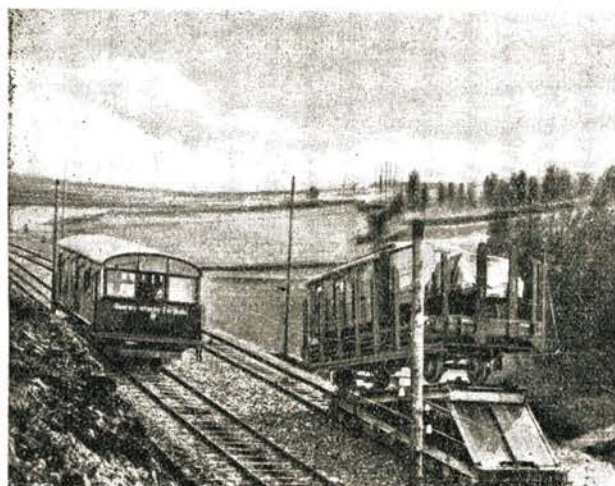

Bild 1 Die Oberweißbacher Bergbahn. Ausweichstelle für die beiden Wagen
*Bild 1 Die sorgfältige Landschaftsgestaltung unter Verwendung von natürlichem Moos und besonders gezüchteten Blumen geben dieser Garteneisenbahn ein besonders gutes Gepräge*
Von der Straße aus kann man deutlich die Motive erkennen, die auf eine Garteneisenbahn schließen lassen. Der Besitzer, Herr Gerhard Hüthig, berichtete uns ausführlich über die Geschichte dieser Garteneisenbahn, die in den Jahren 1932 bis 1935 überwiegend von seinem Vater aufgebaut wurde. Für die gut gelungene Landschaftsgestaltung wurde ein Motiv aus der Gegend des St. Wolfgangsee's gewählt. Bild 1 und das Rücktitelbild1) geben nur annähernd ein Zeugnis von der Mühe des Erbauers, da hier die Farbenpracht von besonders gezüchteten und gut auf das Landschaftsbild abgestimmten Blumen und Moos nicht zum Ausdruck kommen. Auf der rechts im Gleisplan dargestellten höchsten Erhebung befinden sich drei Gebirgsbäche, von denen
Abweichend von anderen Bergbahnen, die überwiegend zu Touristenzielen führen, fördert die „Oberweißbacher Bergbahn“ auch normalspurige Güterwagen (bis 20 t) auf einer fahrbaren Rampe. In dem Personenwagen, der in seinem Aufbau der Steigung angepaßt ist, können bis zu 120 Personen befördert werden. Beide Wagen sind durch ein Drahtseil miteinander verbunden, das durch ein Triebwerk läuft. Das Drahtseil wird zwischen dem Gleis auf Rollen geführt. Auf halber Strecke ist eine Ausweichstelle eingebaut (Bild 1). Da die Radsätze beider Wagen auf der äußeren Seite Räder mit doppeltem Spurkranz und auf der inneren Seite